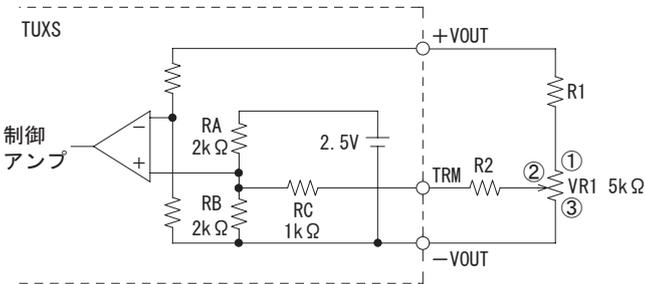

図3.1 外付け部品の接続方法
(1) 出力電圧を調整する場合
■ボリューム (VR1) と抵抗 (R1, R2) を図3.1のように接続することで出力電圧を可変できます。